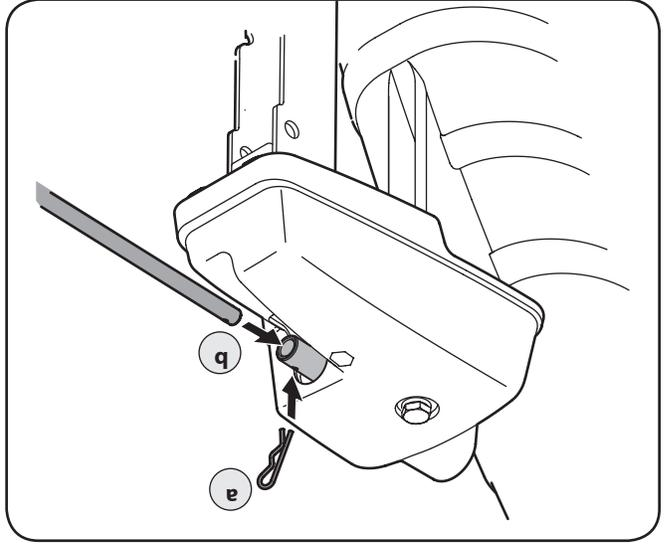

Figure 3-9
- a. Retirez la goupille fendue et insérez la manivelle de commande de la goulotte dans le raccord sur l'ensemble de la commande de la goulotte. Voir la Fig. 3-9.